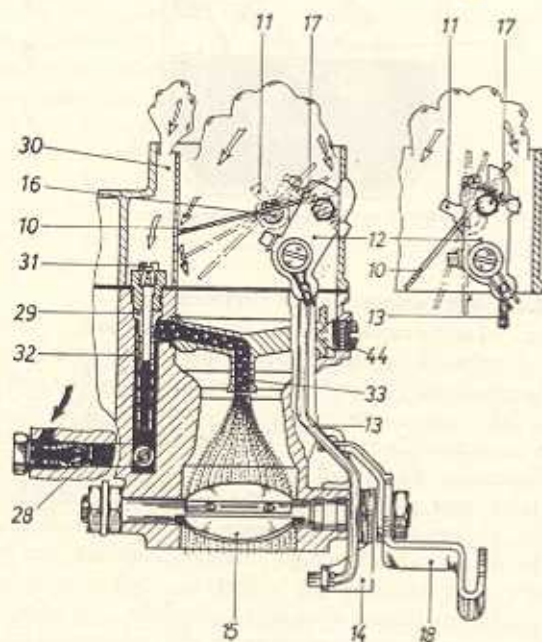

Bild M 61. Wirkungsweise beim Kaltstart-Warmstart
Beim Warmstart wird ein ärmeres Kraftstoff-Luft-Gemisch benötigt. Hierzu wird die Starterklappe (10) nur halb geschlossen. Im Fahrbetrieb ist die Starterklappe (10) stets geöffnet (Bild M 61).